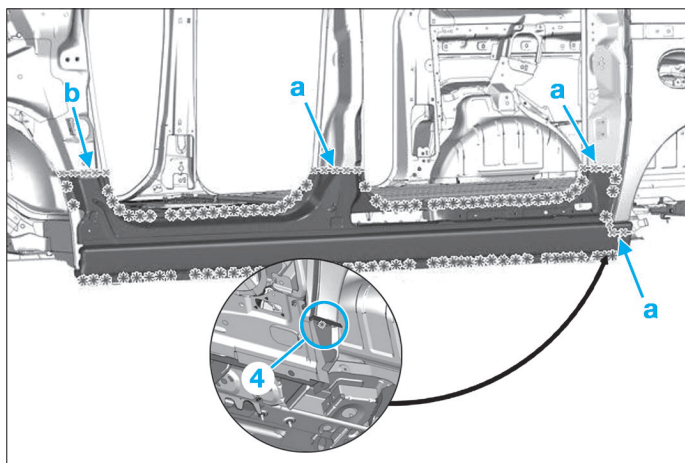

FIG. 69
- Découper les points (a), (b) et (c) (Fig.69).